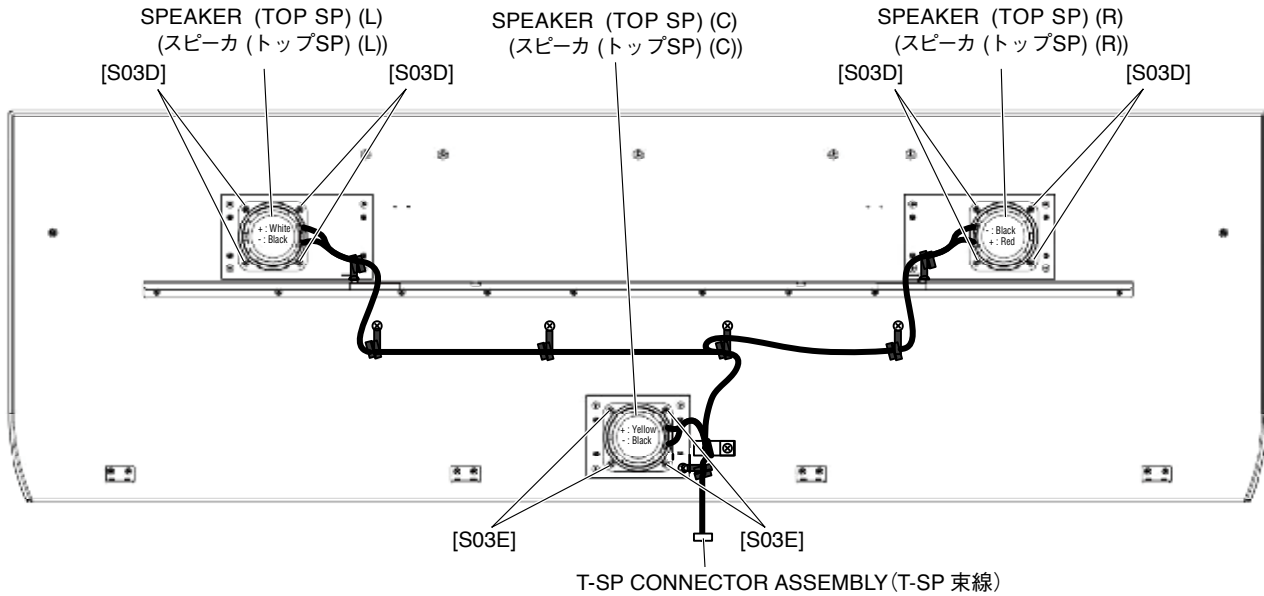

Fig. 7 (図7)
- 7-2. Remove the four (4) screws marked [S03D]. The speaker (top SP) (L) can then be removed. (Fig. 7)
- * **The speaker (top SP) (R) can be removed in the same way.**
- 7-2. [S03D] のネジ4本を外して、スピーカ (トップ SP) (L) を外します。(図7)
- ※ スピーカ (トップ SP) (R) も同様に外すことができます。
8. Speaker (Top SP) (C)
- 8-2. Remove the four (4) screws marked [S03E]. The speaker (top SP) (C) can then be removed. (Fig. 7)
8. スピーカ (トップ SP) (C)
- 8-2. [S03E] のネジ4本を外して、スピーカ (トップ SP) (C) を外します。(図7)